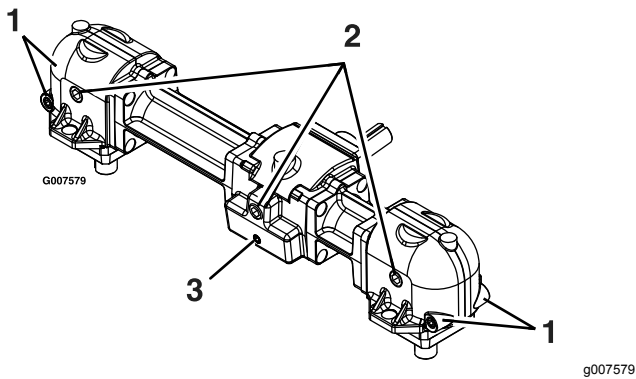

Figure 35
6. Enlevez le grand bouchon de vidange d'huile à l'avant de chacun des 3 éléments du boîtier d'engrenages et vidangez l'huile (Figure 35).